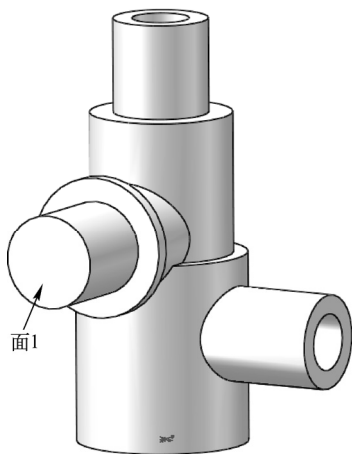

图 13-82 选择基准面
**06** 设置基准面。单击“前导视图”工具栏中的“旋转视图”按钮，改变视图的方向，然后用鼠标选择图 13-82 中面 1 作为基准面，单击“前导视图”工具栏中的“正视于”按钮，新建草图。